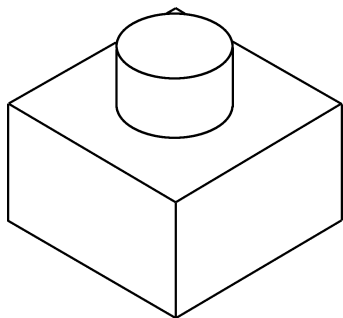
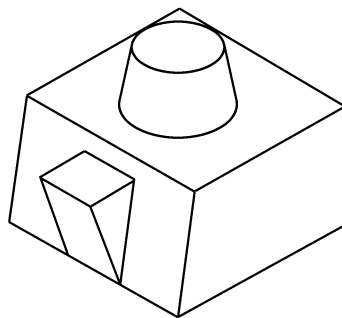

图 7-69 原模型
图 7-70 完成模型
【例 7-7】由如图 7-69 所示的模型创建如图 7-70 所示的模型。其中圆柱下底面不变，圆柱面内斜 10° ，长方体前表面最底边不变，内斜 10° ，凸台外斜 20° 。
(15) 预览模型，符合要求后，单击控制区的【应用】按钮，完成第 2 个拔模特征，最终模型如图 7-70 所示。